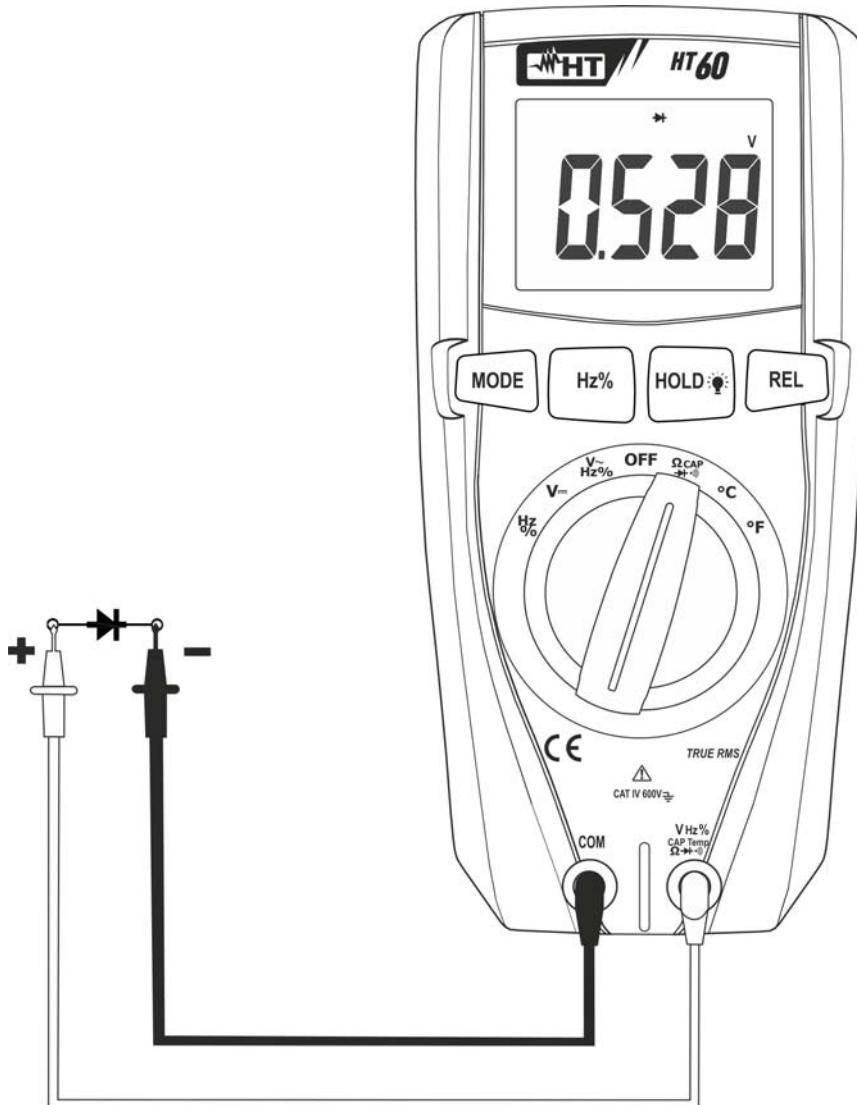

Fig. 5: Uso dello strumento per la Prova Diodi
4. Posizionare i puntali ai capi del diodo in esame rispettando le polarità indicate (vedere Fig. 5). Il valore della tensione di soglia in polarizzazione diretta è mostrato a display
6. Se lo strumento visualizza il messaggio "O.L." i terminali del diodo sono invertiti rispetto a quanto indicato in Fig. 5 oppure la giunzione P-N del diodo è danneggiata